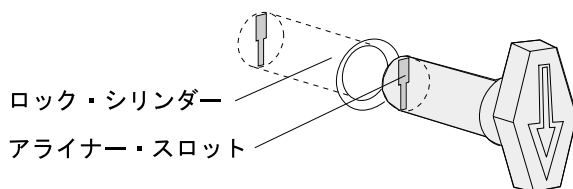

図7. アライナーの配置
2. 空のロック・シリンダーの中にアライナーを差し込むと、アライナーのスロットの向きが、シリンダーのスロットの向きと一致します (図7 を参照してください)。
3. アライナーを回すと、図7 に示すように、アライナーの矢印が下の方を指します。